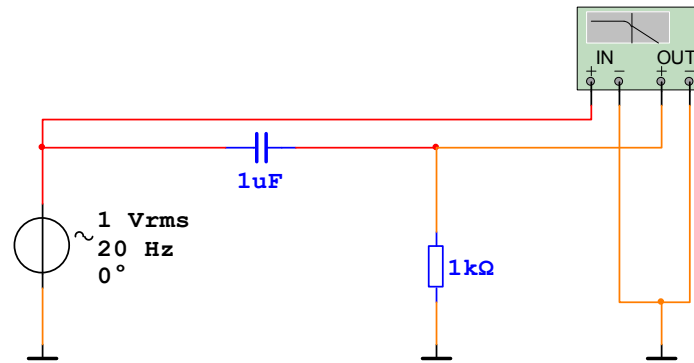

Рис. 4.2.
4.2.5. Соберите схему для автоматического измерения АЧХ и ФЧХ дифференцирующей RC цепи с использованием измерителя частотных характеристик (ИЧХ – Vode Plotter), приведенную на рис. 4.2. Отметим, что в схеме с ИЧХ генератор переменного напряжения необходим только для правильной работы программы моделирования. Параметры генератора не имеют значения и могут быть любыми.